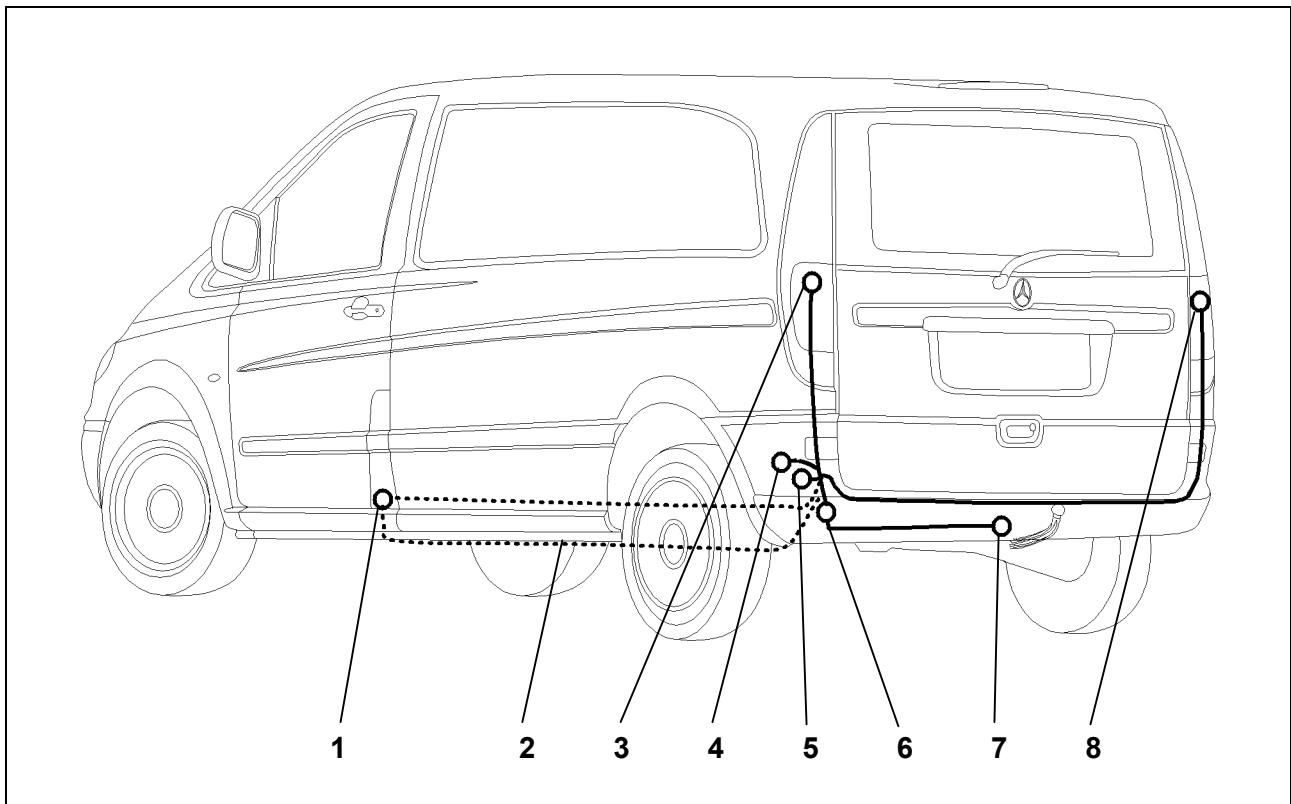

Fig. 1 - Schema di montaggio
4. Infilare il terminale del fascio di cavi attraverso l'apposita apertura, partendo dal bagagliaio, verso l'esterno sino alla lamiera portapresa (fig. 1/7).
5. Infilare la bussola di gomma nel foro di passaggio cavi (fig. 1/6).
6. Inserire la guarnizione della presa e collegare il fascio di cavi come da *schema occupazione presa* (fig. 1/7) ed avvicinare la guarnizione di gomma alla presa.
7. Fissare la presa al supporto (fig. 1/7) mediante le viti ed i dadi forniti in dotazione.
9. Posare l'estremità finale con il conduttore grigio/rosso lungo la lamiera posteriore fino al fanale posteriore destro (fig. 1/8).
11. Portare il terminale del cavo grigio/nero fino al fanale posteriore sinistro (fig. 1/3).